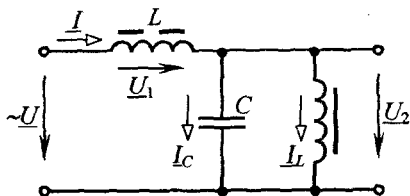

Рис. 2.11
**Задача 2.13.** Для стабилизации напряжения промышленной частоты используется стабилизатор по схеме рис. 2.11. Он содержит линейный дроссель индуктивностью  $L = 0,127$  Гн, конденсатор емкостью  $C = 28,5$  мкФ и нелинейный дроссель, параметры которого и кривая намагничивания стали сердечника даны в задаче 2.11.